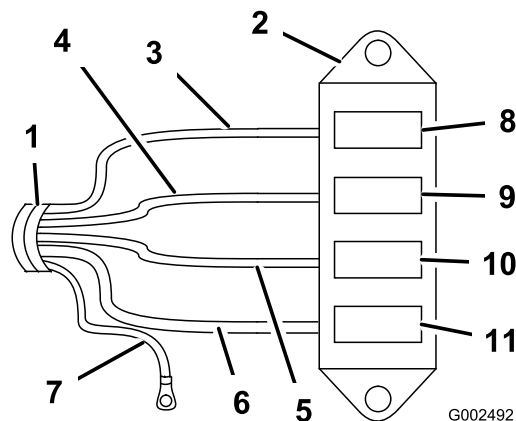

図 7
- ハーネスの各線をヒューズ・ブロックに配線する(図 7)。